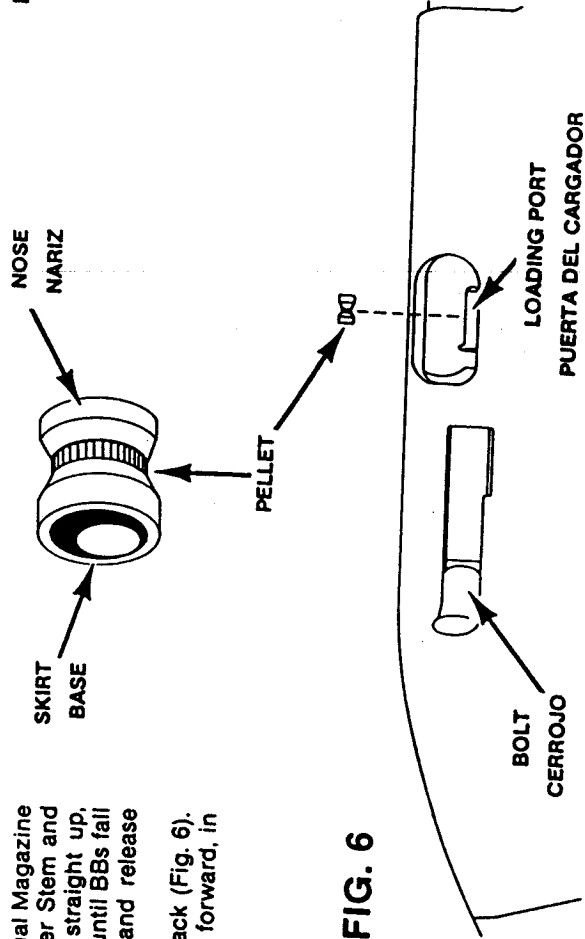

FIG. 6
- Pull Bolt all the way back (Fig. 6).
- Hale el cerrojo completamente hacia atrás (Fig. 6).